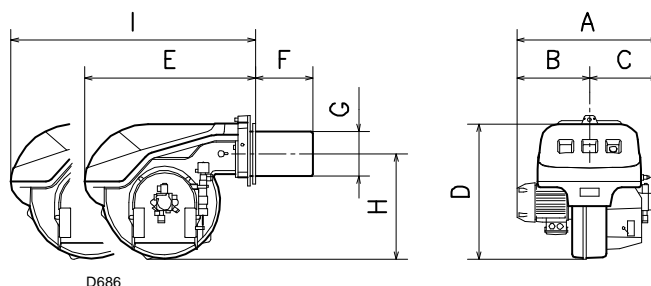

Fig. 1
3.2.3 Dimensões Máximas (Fig. 1) - medidas aproximadas
As dimensões máximas do queimador são indicadas em (Fig. 1). Ter em conta que para inspecionar o cabeçal de combustão, o queimador deve ser aberto deslocando a parte posterior pelas guias.